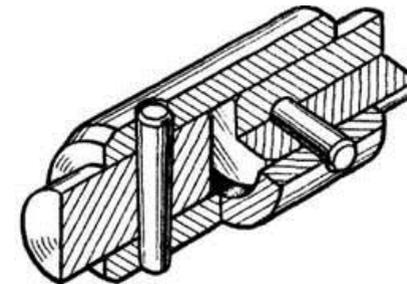

Рис. 31. Соединение штифтом
2. Штифтовые соединения. Штифтом называют цилиндрический или конический стержень, плотно вставляемый в отверстие двух соединяемых деталей. Применяют штифты для точного взаимного фиксирования деталей и для соединения деталей, передающих небольшие нагрузки (рис. 31).